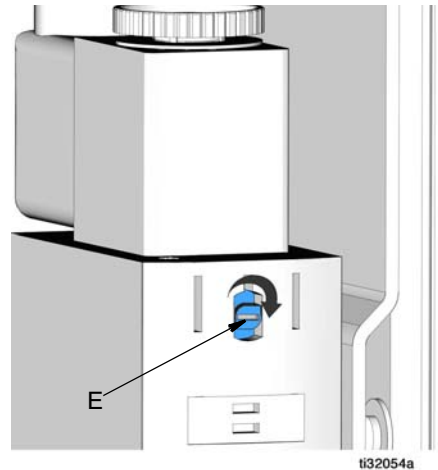

FIG. 14
O parafuso do interruptor azul de cancelamento manual (E) na FIG. 14 está na posição de cancelamento manual.